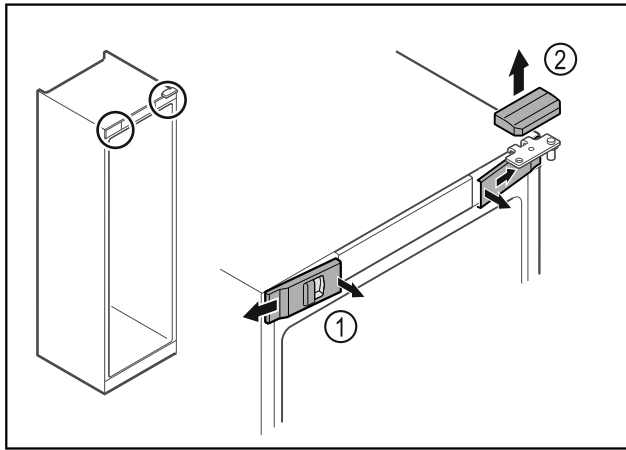

Fig. 15
- ▶ Décrocher les caches avant Fig. 15 (1) du côté intérieur et les retirer vers l'extérieur.
- ▶ Retirer le cache supérieur Fig. 15 (2) vers le haut.